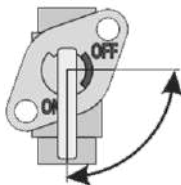

Рисунок 5. Схема роботи паливного крана.
1. Відкрити паливний кран важелем крана до упору у напрямку положення «Відкрито» («ON») (рис. 5).